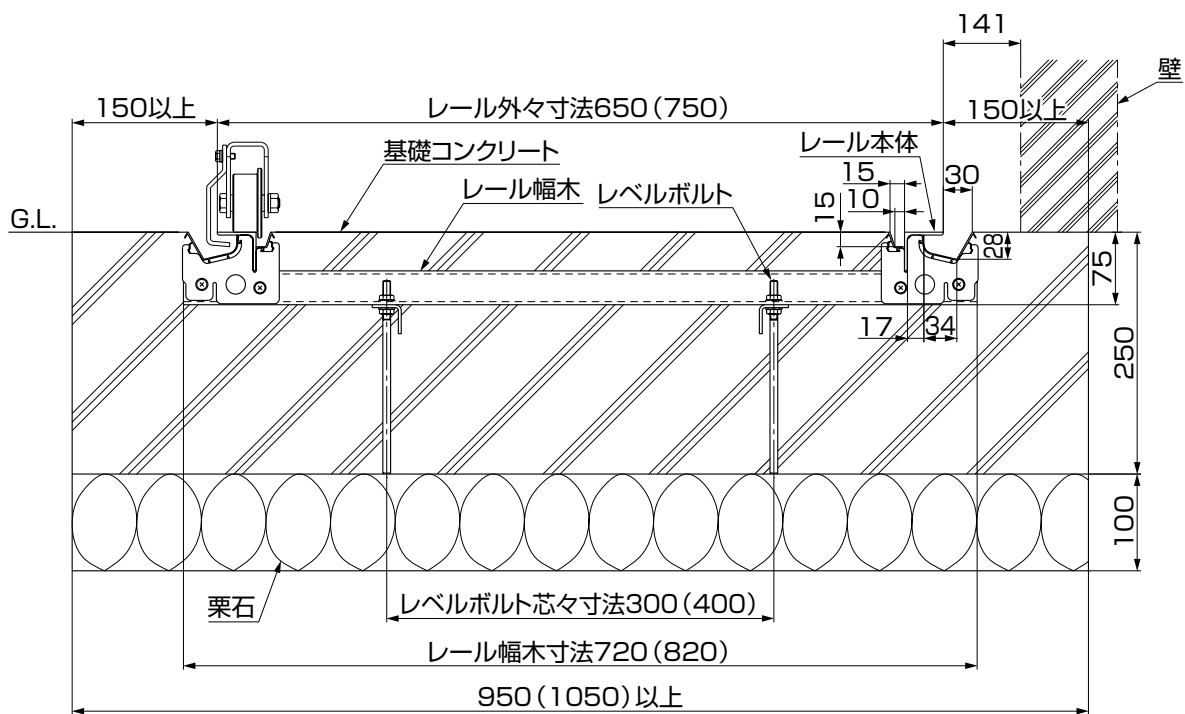

図1-1
- レベルボルトM8×200は基準寸法から−6mm〜+15mmの範囲で調整できます。(「1.レールの納まり(断面)」の図1-1参照)